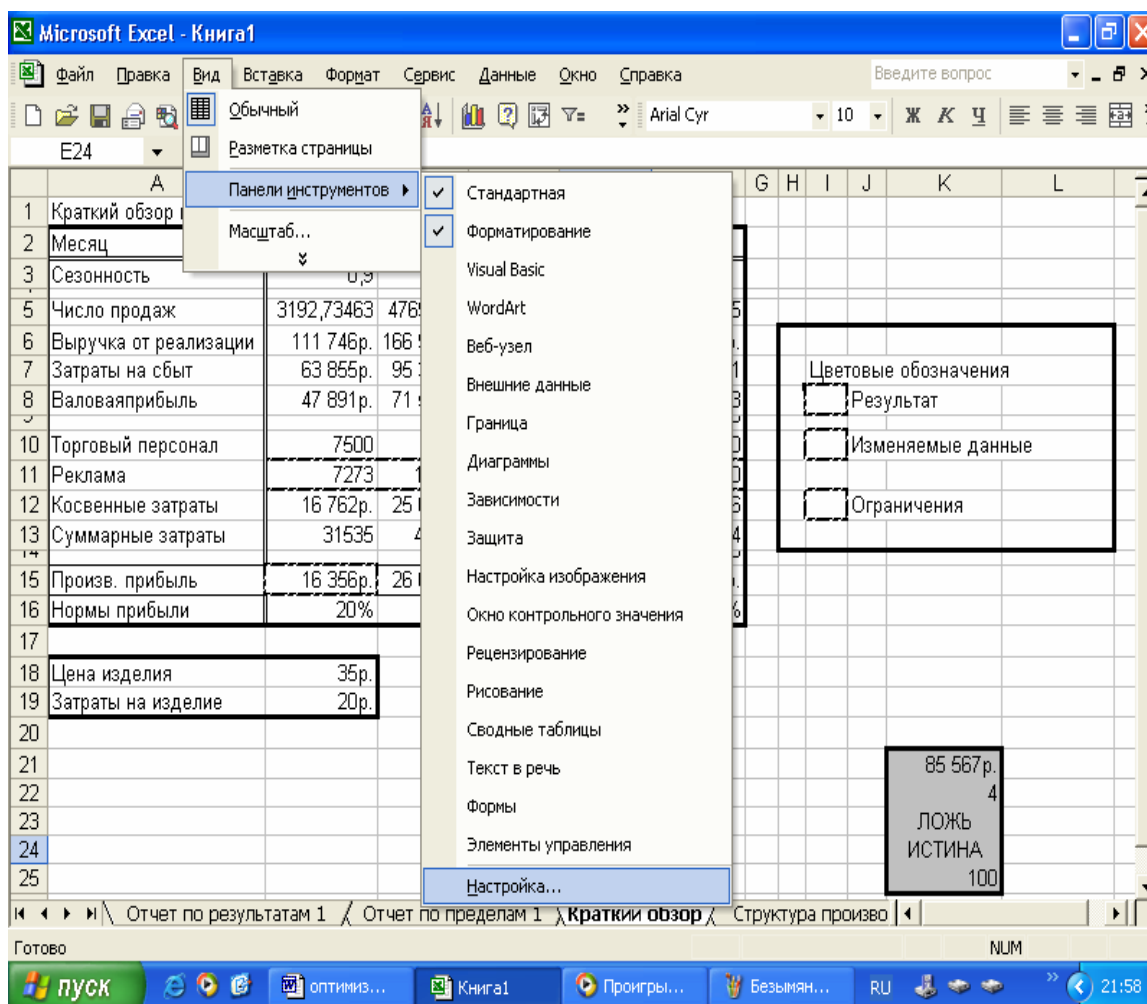

Рис. 20. Меню для вызова диалогового окна **Настройка** (Customize)
- один раз щелкнуть правой кнопкой мыши на любом свободном месте панели команд и в появившемся меню выбрать пункт **Настройка** (Customize) (рис. 20.) или один раз щелкнуть правой кнопкой мыши на любом элементе
любой панели и в появившемся меню выбрать пункт **Настройка** (Customize) (рис. 20.) или